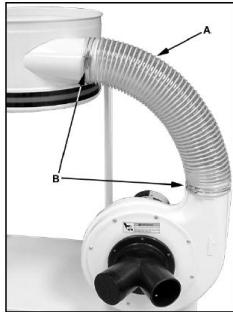

Рис. 6
Закрепите шланг (A, Рис. 6) с помощью 2 зажимов (B).